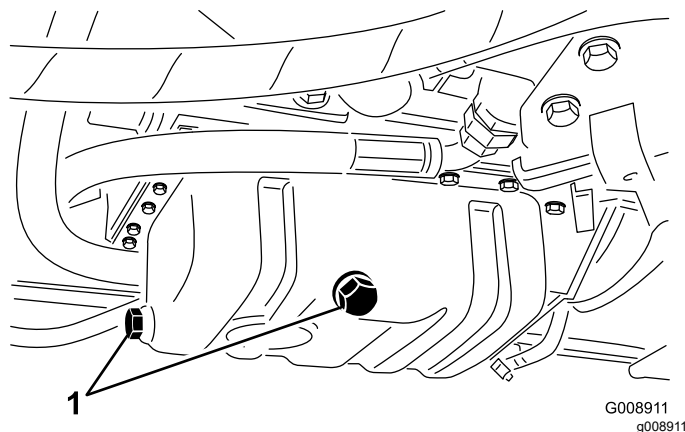

Figura 65
3. Retire o tampão de escoamento (Figura 65) e deixe o óleo escorrer para um recipiente adequado; quando o óleo parar, volte a montar o tampão de escoamento.